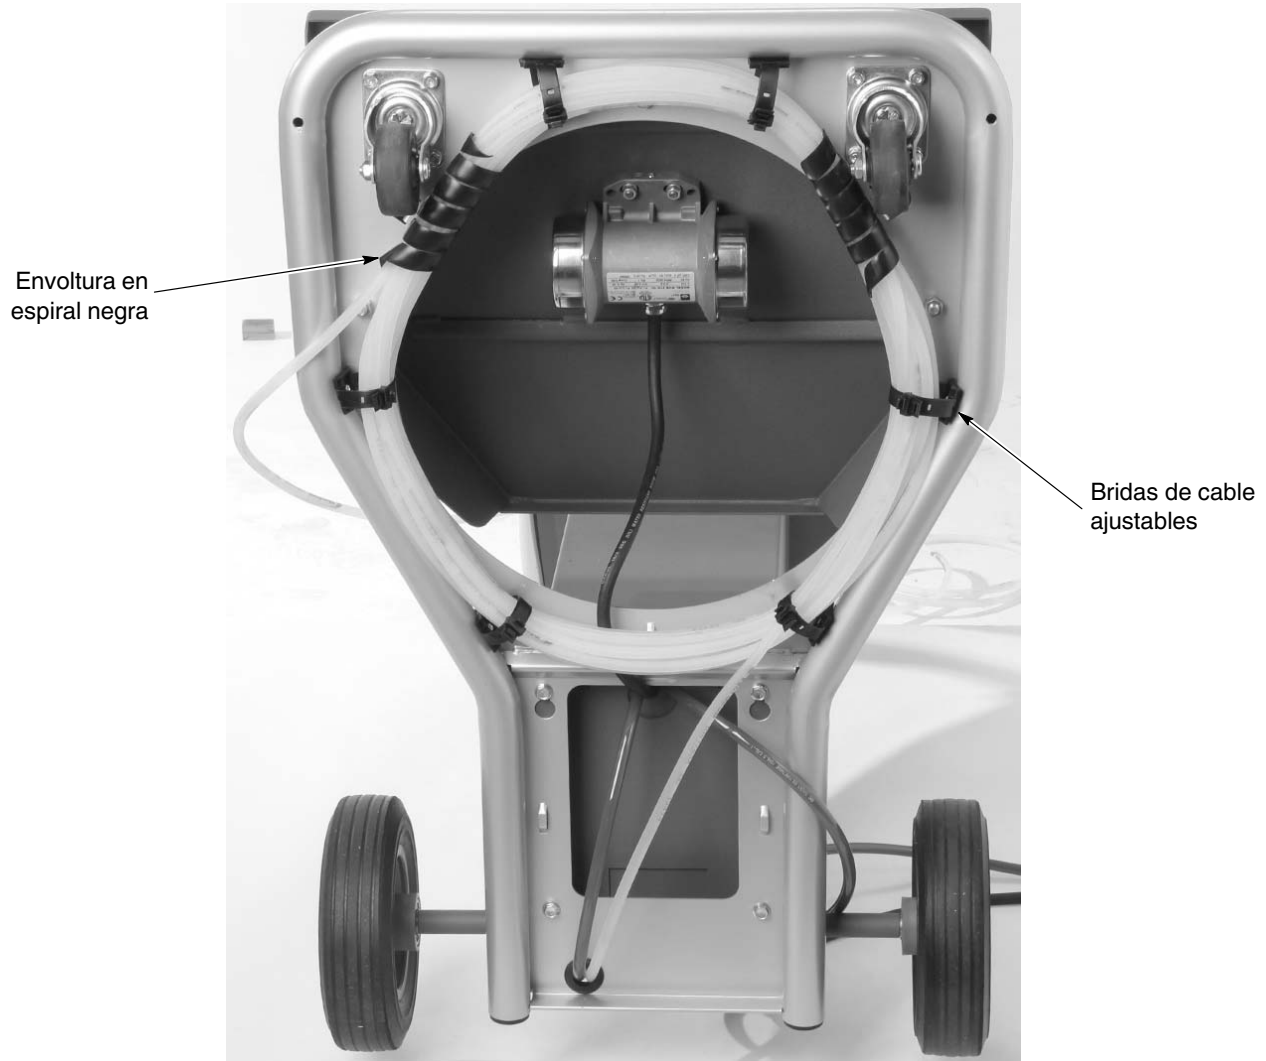

Figura 3-9 Tubo de unión (mostrado en el sistema móvil)
Ver la figura 3-9. Utilizar las secciones de la envoltura en espiral negra suministrada con el sistema para unir el cable de pistola de aplicación, el tubo de aire y la manguera de polvo.
**NOTA:** Ver la figura 3-9. La longitud mínima de la manguera de polvo es de 60 pies.